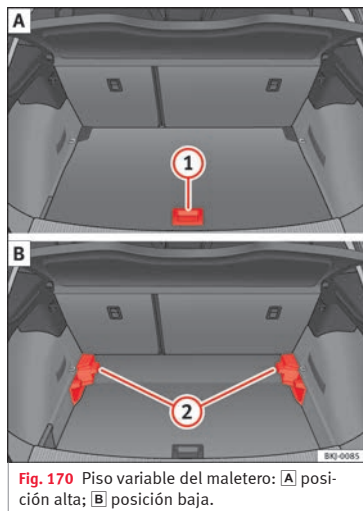

Fig. 170 Piso variable del maletero: **A** posición alta; **B** posición baja.
- Levante el piso por el asidero **1** **» fig. 170 1**, tire de él hacia atrás hasta que la parte delantera del piso rebase totalmente los soportes **2**.